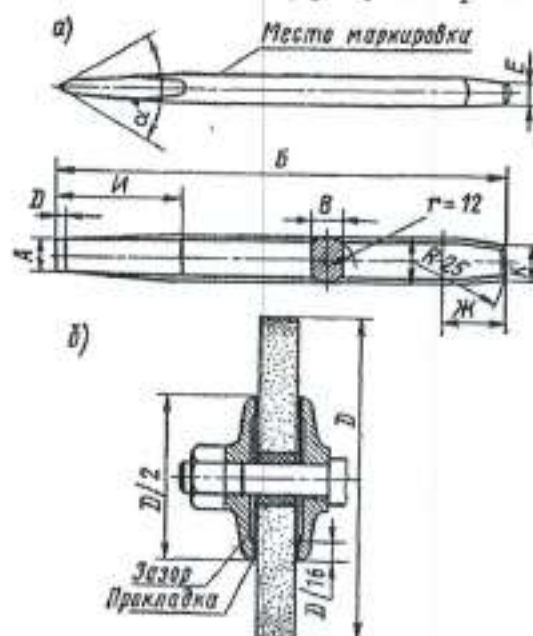

Рис. 4. Заточка зубила:
- На эскизе слесарного зубила (рис. 4, а) пользуясь табл.1, проставьте вместо букв соответствующие размеры, приняв ширину режущей кромки зубила $A = 20$ мм.